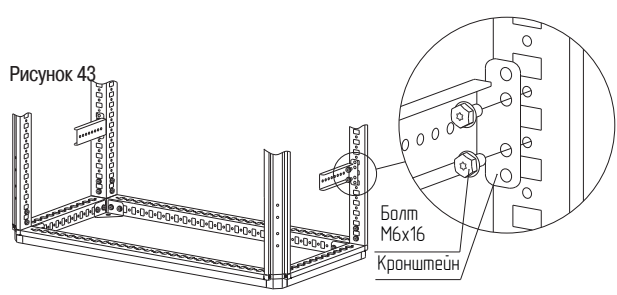

Рисунок 43
– вариант 1. Болтами М6×16 (рисунок 43). Момент затяжки – 7 Н·м;